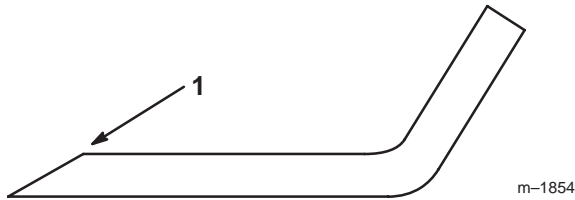

Figure 29
1. Au moyen d'une lime, aiguiser les tranchants aux deux extrémités de la lame (Fig. 29) en veillant à conserver l'angle de coupe d'origine. Limez la même quantité de métal sur chacun des deux tranchants pour ne pas déséquilibrer la lame.